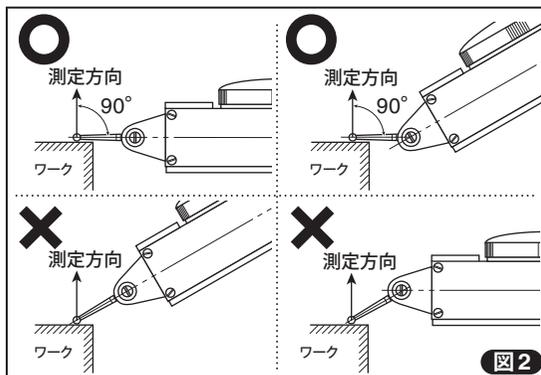

図2
- ⑤ **測定子がワークの被測定面と平行に、測定方向と直角に接するよう設置する(図2)**